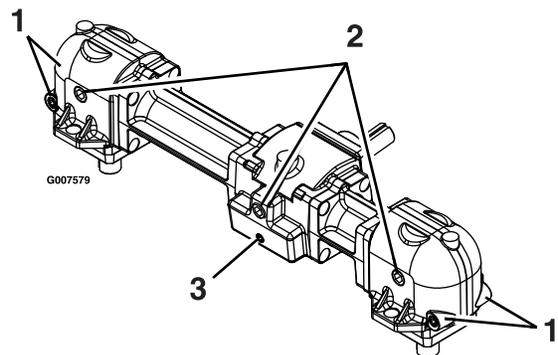

Figure 30
4. Enlevez le grand bouchon de vidange d'huile à l'avant de chacun des trois éléments du boîtier d'engrenages, et vidangez l'huile (Figure 30).